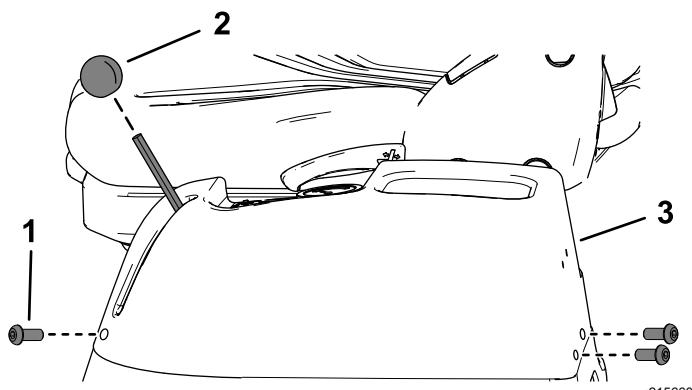

図 74
- 左側コンソールからソケットヘッドねじ3本を外す図 74。
- スロットルレバーのノブを外す図 74。
- 左コンソールを持ち上げて外し、わきに置く図 74。